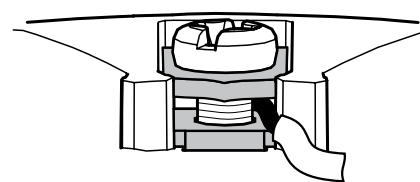

Рисунок 6.4 – Монтаж провода
4. Подключить внешние электрические цепи согласно разделу 6.3. Провода следует монтировать между пластинами (см. рисунок 6.4).